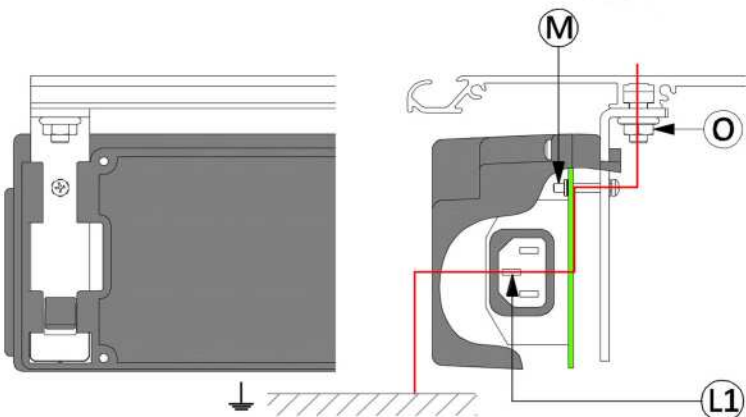

Fig.22 Part.M
- M- Tornillos de conexión de la protección de tierra (Fig. 22, Part. M).